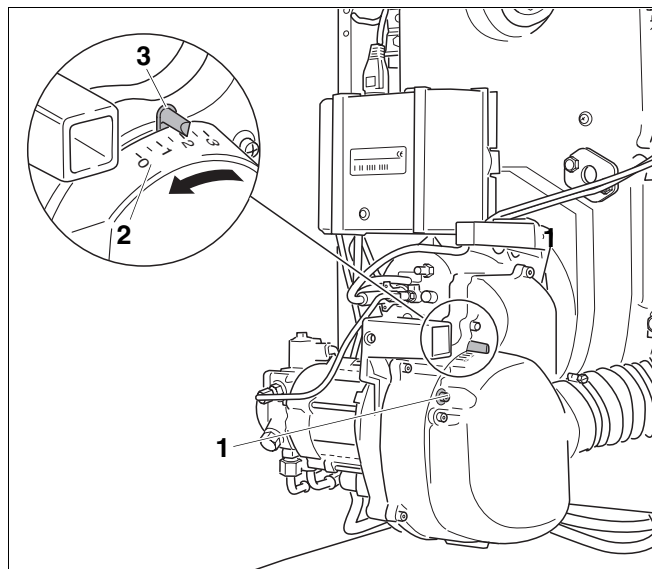

Рис. 24 Регулировка подвода всасываемого воздуха
- Ослабить крепление подвода всасываемого воздуха (ALF) (рис. 24, поз. 1).
Обратите внимание на то, что поворот в сторону меньших значений на шкале приводит к увеличению напора вентилятора. Это соответствует направлению стрелки на рис. 24.